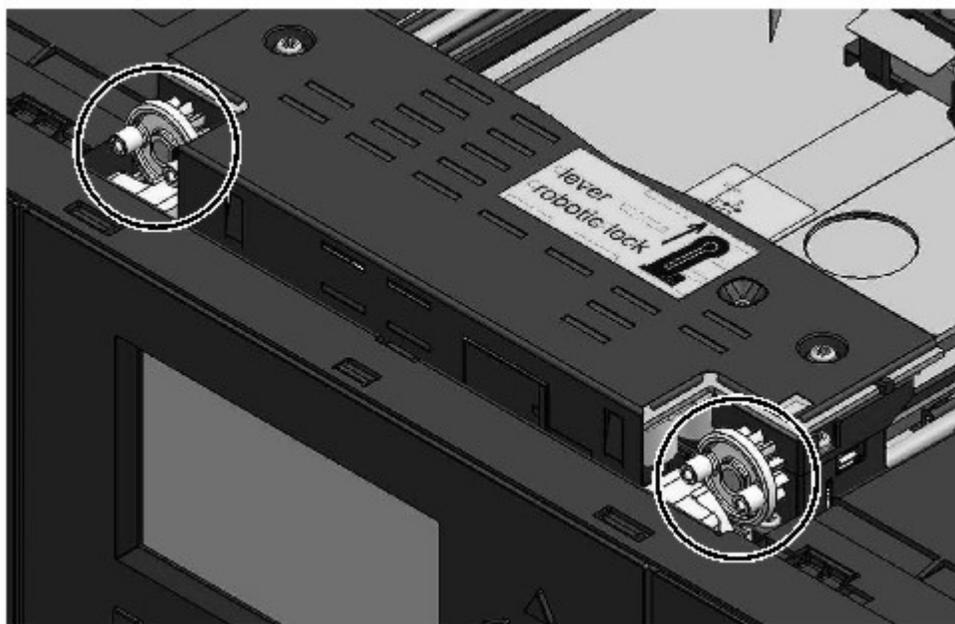

图 75. 引脚已经水平对齐
1. 存取器的每一角都有一个齿轮，齿轮上有两个凸出的引脚。旋转存取器上的其中一个齿轮，以使两个引脚水平对齐。请参阅第 125 页的图 75